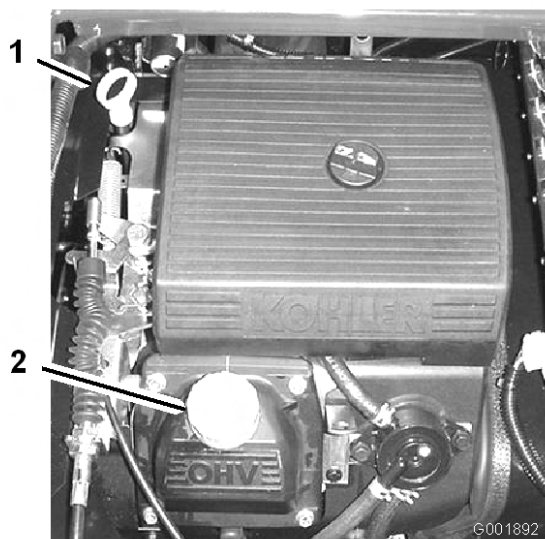

図 20
2. ディップスティックを抜き、ウェスで一度きれいに拭く(図 20)。ディップスティックを、チューブの根元までもう一度しっかりと差し込む。引き抜いて油量を点検する。
3. 油量が少なければ、バルブ・カバーの上についている補給口(図 20)を開け、ディップスティックの Full マークまでオイルを補給する；オイルの種類や粘度についてはエンジンの整備, 41 ページの「エンジンオイルについて」を参照。補給するときは、ディップスティック